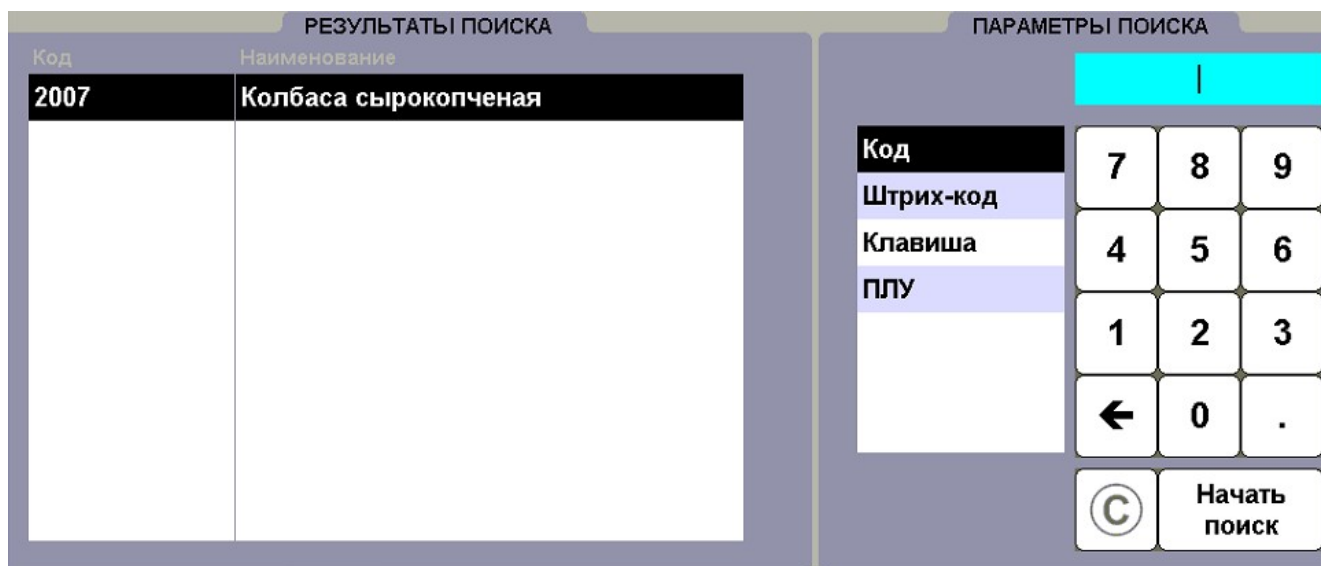

Рисунок 15.
* обратите внимание на то, что, в отличие от кода товара, штрих-код товара может оказаться неunikальным. Это продемонстрировано на рис. 15, где в списке найденных товаров отображены три товара с разными кодами и наименованиями, но одинаковым штрих-кодом.